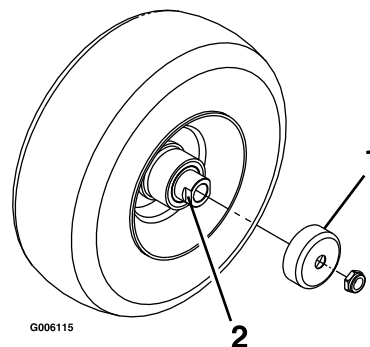

Figure 34
4. Déposez les protège-joints du moyeu de roue (Figure 34).